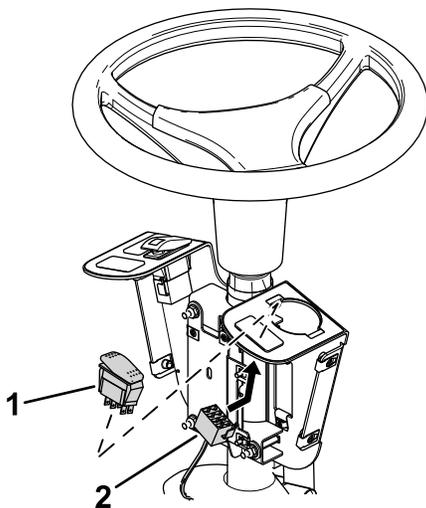

Figura 8
10. Rimuovete il tappo del foro e montate l'interruttore della luce di segnalazione con l'estremità sollevata rivolta verso l'alto (Figura 8).
11. Collegate il connettore della luce di segnalazione all'interruttore (Figura 8).